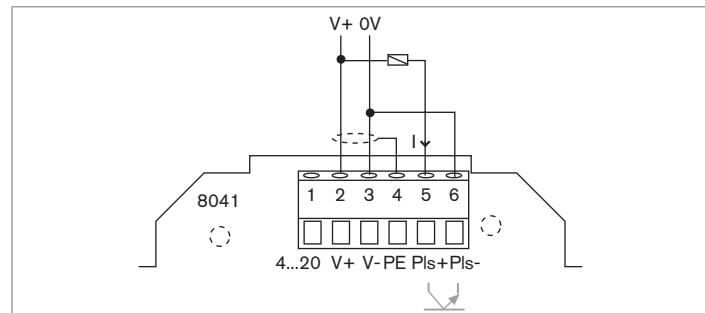

Bild 20: Anschluss des Frequenzausgangs an einen elektromechanischen Zähler oder ein Relais
- oder an eine Last wie einen elektromechanischen Zähler oder ein Relais (siehe Bild 20);